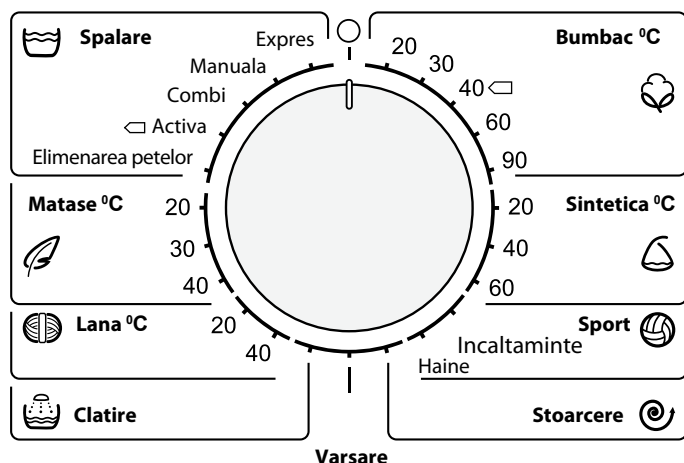

Figura 2 – Mânerul de alegere a programului de spălare
1.1.2 Selectorul este folosit pentru pornirea/oprirea mașinii și alegerea programului de spălare, în conformitate cu figura 2. În jurul selectorului sunt imprimate denumirile programelor și simbolul . Selectorul se rotește în ambele direcții (în sensul acelor de ceasornic sau în sensul contrar acelor de ceasornic), și se fixează la diviziunea corespunzătoare a programului selectat. La fixarea selectorului la simbolul mașina se oprește.
1.3.2 Pentru a porni mașina fixați selectorul în conformitate cu figura 2 la diviziunea programului de spălare necesar – se aprind indicatorii operației de spălare a programului selectat.